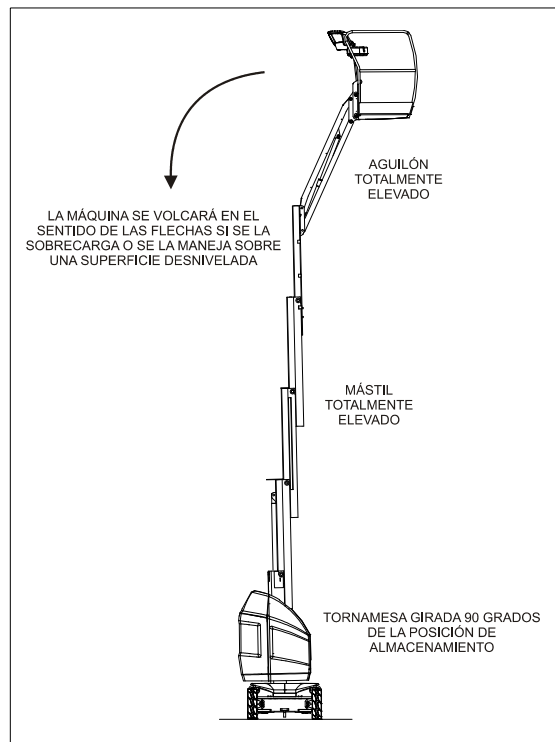
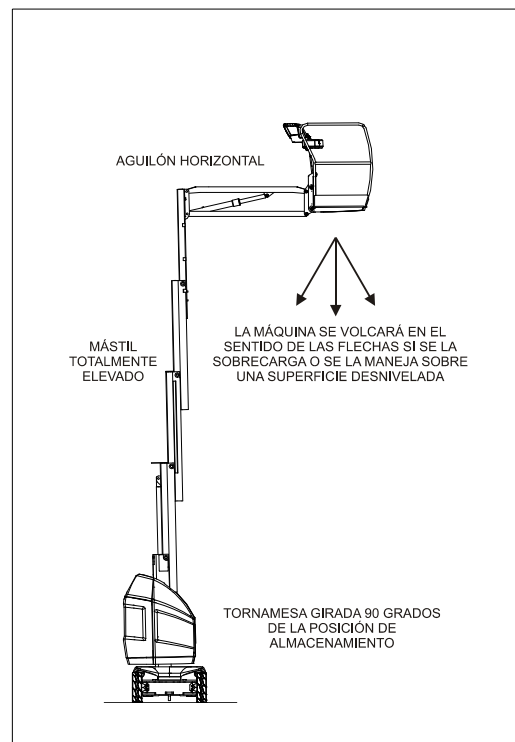

Figura 4-1. Posición de menor estabilidad trasera
Figura 4-2. Posición de estabilidad delantera mínima
La estabilidad de la máquina depende de dos (2) condiciones, las cuales se denominan estabilidad DELANTERA y estabilidad TRASERA. La posición de la máquina que ofrece la estabilidad DELANTERA mínima se ilustra en la Figura 4-2.; la posición que ofrece la estabilidad TRASERA mínima se ilustra en la Figura 4-1.